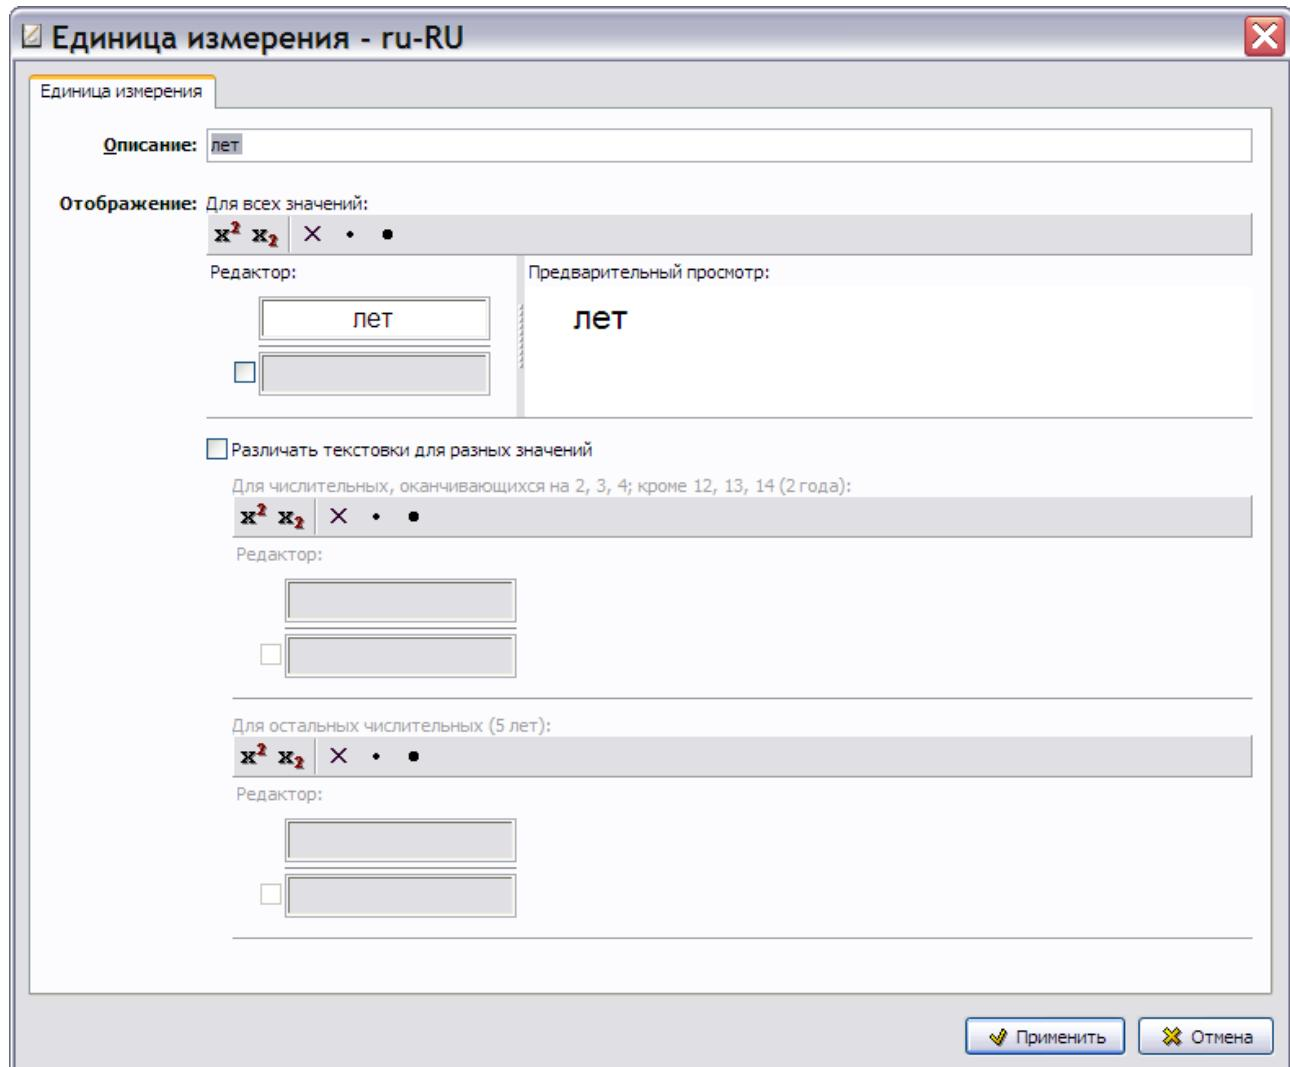

Рис. 3.113
2. Щелкните по выделенной строке два раза левой кнопкой мыши. После этого появится окно **Единица измерения - ги-RU** (Рис. 3.113).